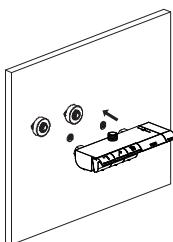

Figura 1
- d) Avvitare le coperture decorative alla parete (Figura 1).